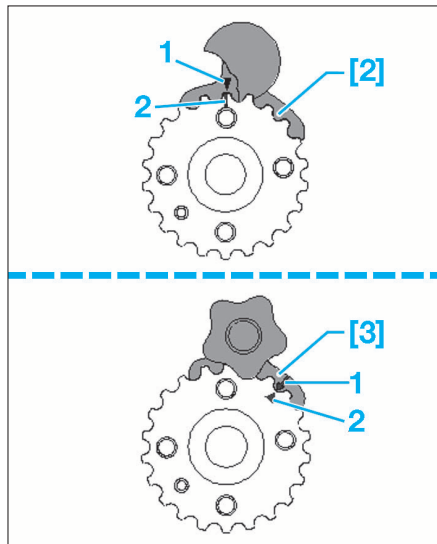

FIG. 19
- [2]. Outil de blocage de vilebrequin (ref. T10050) (Fig.19).
- [3]. Outil de blocage de vilebrequin (ref. T10100) (Fig.19).
- Mettre en place l'outil [2] ou [3] sur le pignon de vilebrequin (Fig.19). Les repères (1) et (2) doivent alors être face à face.